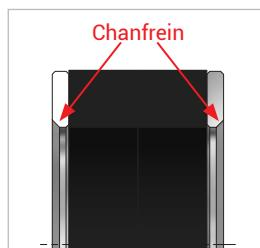

Figure 8
**Attention :** faites attention aux chanfreins sur les rondelles. Les rondelles doivent être insérées de manière à ce que les chanfreins soient orientés à l'opposé du / des joint(s) frontal(ux) (*Figure 8*).